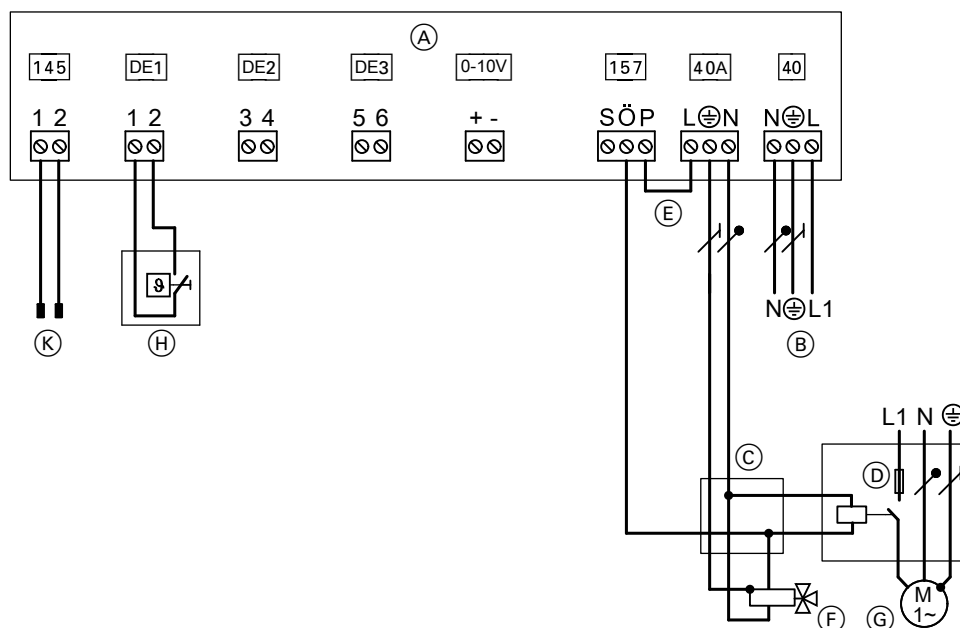

Abb. 32
- Anschlüsse an Erweiterung EA1 **nur** gemäß Abb. 32 ausführen.